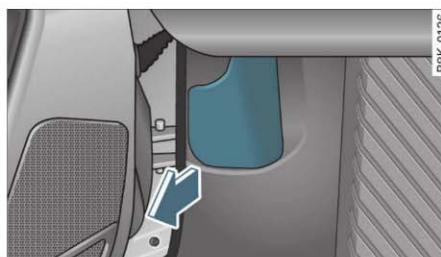

Fig. 220 Detaliu din spațiul pentru picioare al șoferului: Maneta de deblocare
- Trageți maneta de sub bord în sensul indicat de săgeată ⇒ pagina 223, fig. 220.